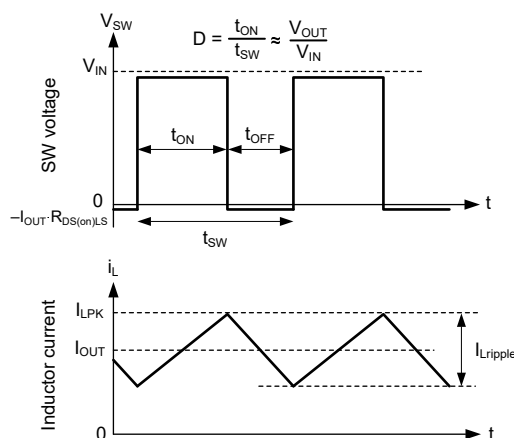

図 7-12. 連続モード (CCM) における SW 電圧とインダクタ電流の波形
以下に示すコンバータの動作説明は、機能ブロック図と図 7-12の波形を参照しています。CCM では、コンバータは内蔵ハイサイド (HS) およびローサイド (LS) NMOS スイッチをさまざまなデューティ サイクル (D) でオンにすることで、出力電圧のレギュレーションを実現します。HS スイッチのオン時間の間、SW ピンの電圧 V_{SW} は V_{IN} の付近までスイングし、インダクタ電流 i_L は線形的な傾きで増加します。HS スイッチは、制御ロジックによってオフにされます。HS スイッチのオフ時間 (t_{OFF}) の間、LS スイッチはオンにされます。インダクタ電流は LS スイッチを通して放電され、LS スイッチの両端の電圧降下によって V_{SW} をグランドより低い電圧まで強制的にスイングさせます。一定の出力電圧を維持するため、制御ループはデューティ サイクルを調整します。D は、HS スイッチのオン時間をスイッチング周期で割った値として次のように定義されます。